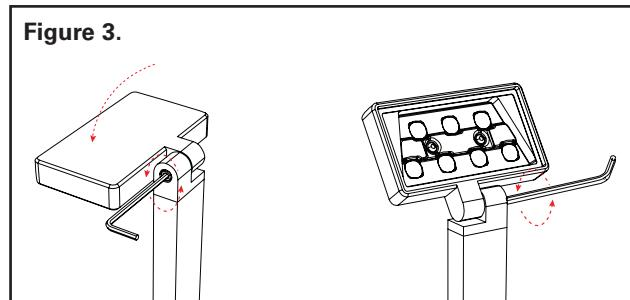

Figure 3.
3. For vertical adjustment, using a 9/64" allen key, loosen the knuckle bolt and adjust the fixture head to the desired position. Tighten the knuckle bolt with a 9/64" allen key. (Figure 3.)
3. Pour réaliser un réglage vertical, à l'aide d'une clé hexagonale de 3,57 mm (9/64 po), desserrez le boulon d'articulation et réglez la tête du luminaire à la position désirée. Serrez le boulon d'articulation à l'aide d'une clé hexagonale de 3,57 mm (9/64 po) (Figure 3).